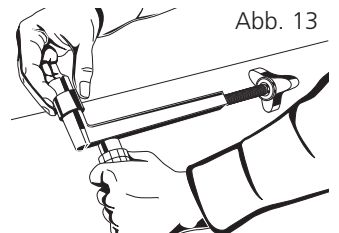

Abb. 13
- 1) Den Elastomer-Adapter vollständig in die Schnäbel die Spreizklemme einführen (Abb. 13).